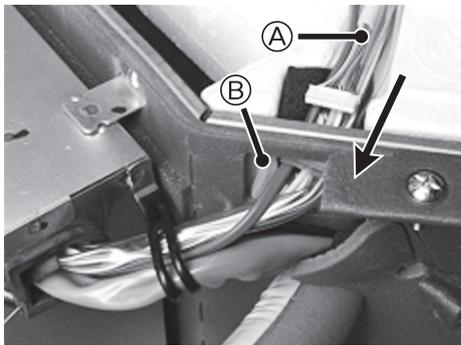

Fig. 4-2
- 按箭头指示的方向，将无线连接电缆的室内控制板连接器（白色）穿过主机组套管。（Fig. 4-2）